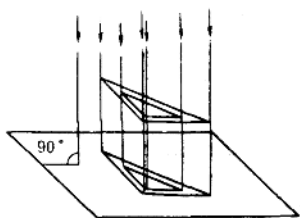

图 1-1 正投影
(1) 正投影 当投影线互相平行, 并与投影面垂直时, 物体在投影面上所得的投影, 称为正投影, 见图 1-1。